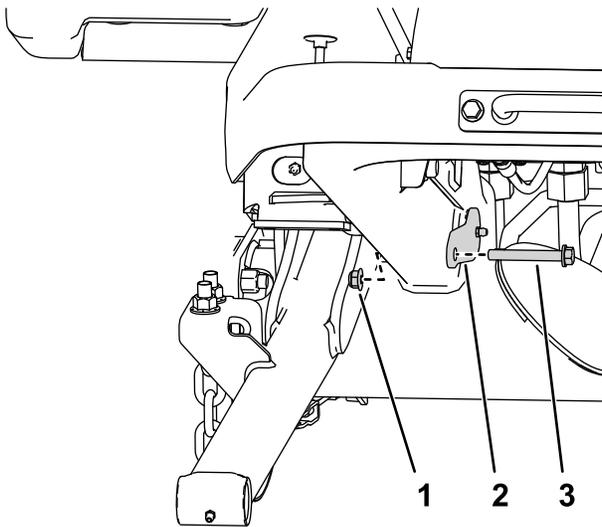

Рисунок 7
4. Используйте 2 гайки ($\frac{3}{8}$ дюйма) и 2 болта ($\frac{3}{8}$ x $2\frac{3}{4}$ дюйма), чтобы прикрепить большие штифты к раме (Рисунок 7).